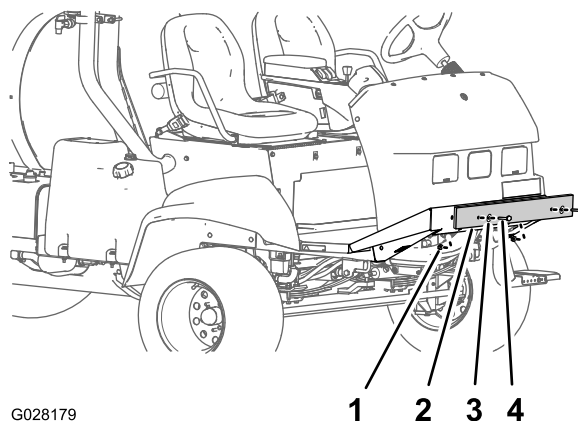

Bild 6
1. Entfernen Sie die Schrauben, Scheiben und Muttern, mit denen die Versandstoßstange an der vorderen Chassisplatte befestigt ist (**Bild 6**).
2. Entfernen Sie die Versandstoßstange von der Maschine (**Bild 6**).